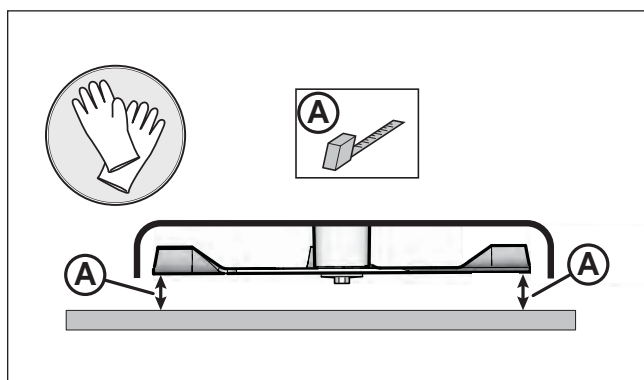

Figura 46. La comprobación de la hoja de medición de altura
5. Gire el ajustador de altura de la cubierta (B) en sentido horario para aumentar la cubierta o en sentido contrario para bajar la plataforma hasta que la cubierta se apoye en la 2 x 4.
7. Para su seguridad, NO manejar cuchillas con las manos desnudas. La posición de fuera de cuchillas para que los que se enfrentan frente a la espalda (Figura 46).